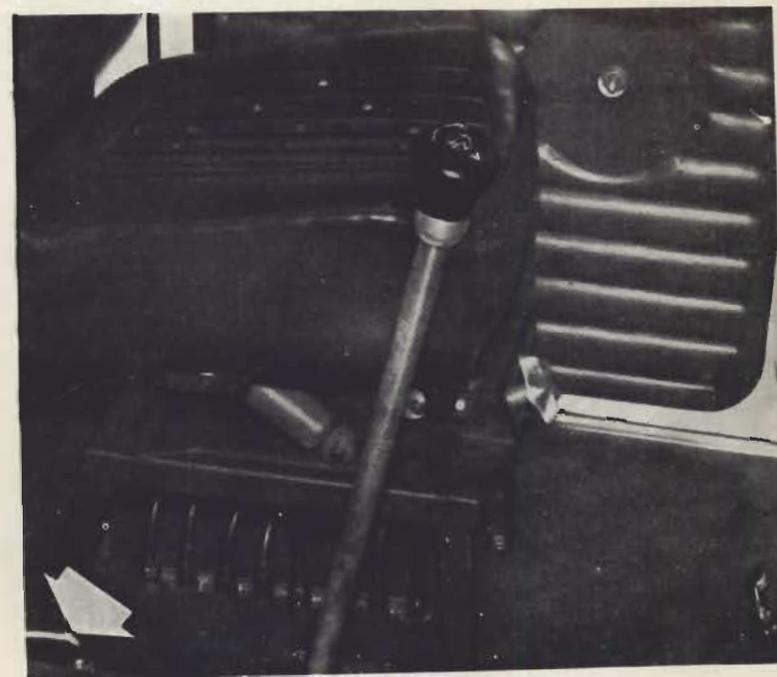

Fig. 1.9. - Interruptor general baterías
- Desconectador general de baterías (situado en la parte posterior de la cabina, a la derecha del Conductor). (Ver fig. 1.9).
- 1.º Conectar el interruptor general de las baterías (fig. 1.9).